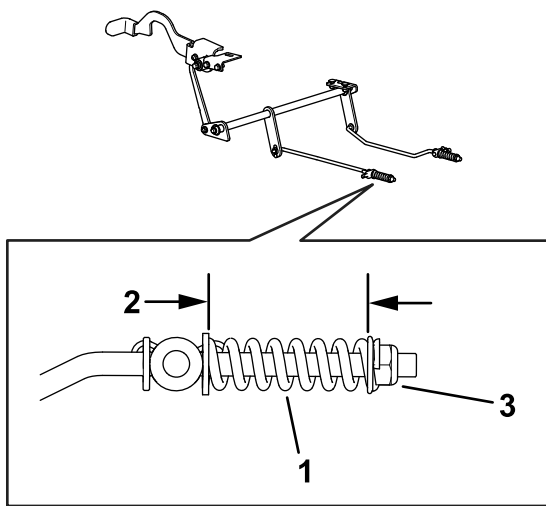

Figura 58
8. Verificai ambele lungimi de arc aa cum se arată în Figura 58. Dacă este necesară o reglare, rotiți în sensul acelor de ceasornic piulia de reinere a arcului pentru a scurta arcul i în sens invers al acelor de ceasornic pentru a-l lungi. Repetați pasul 6.